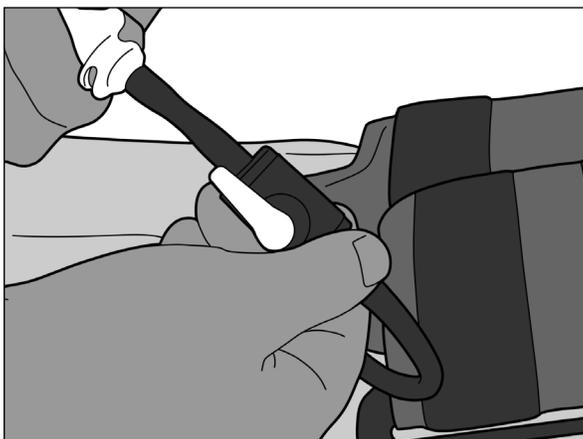

Рис. 9
2. Убедитесь, что запорный клапан открыт. Рукоятка клапана должна находиться на одной линии с трубкой (рис. 9).